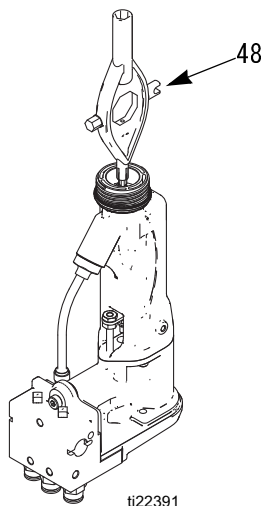

図 20. 電極の交換
3. マルチツール (48) で電極 (3) を取り外します。図 20